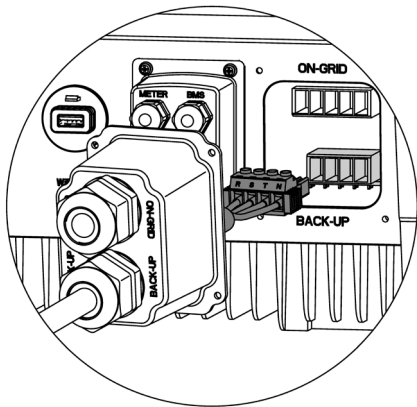

Fig. 56. Conexión AC BACK-UP.
7. Conectar el conector AC BACK-UP al terminal AC BACK-UP del inversor, tal como se muestra en la siguiente Fig. 56: